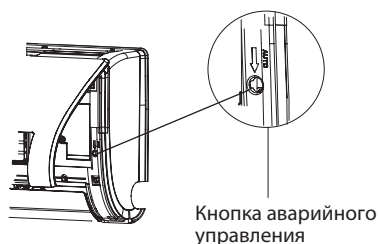

Рис. 5.6
### 5.6 Кнопка аварийного управления (рис. 5.6).
5.6.1 В случае утери или выхода из строя пульта управления кондиционера возможно управление при помощи кнопки аварийного управления (рис. 5.6).